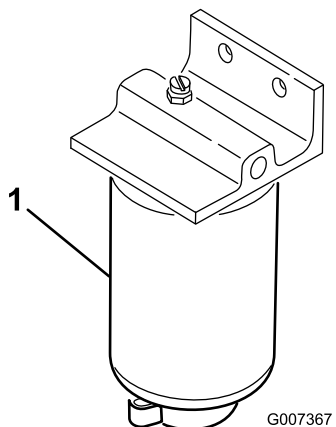

Figura 27
2. Coloque um recipiente de escoamento debaixo do filtro de combustível (Figura 27).
(Figura 27). Volte a apertar o tampão após o escoamento.